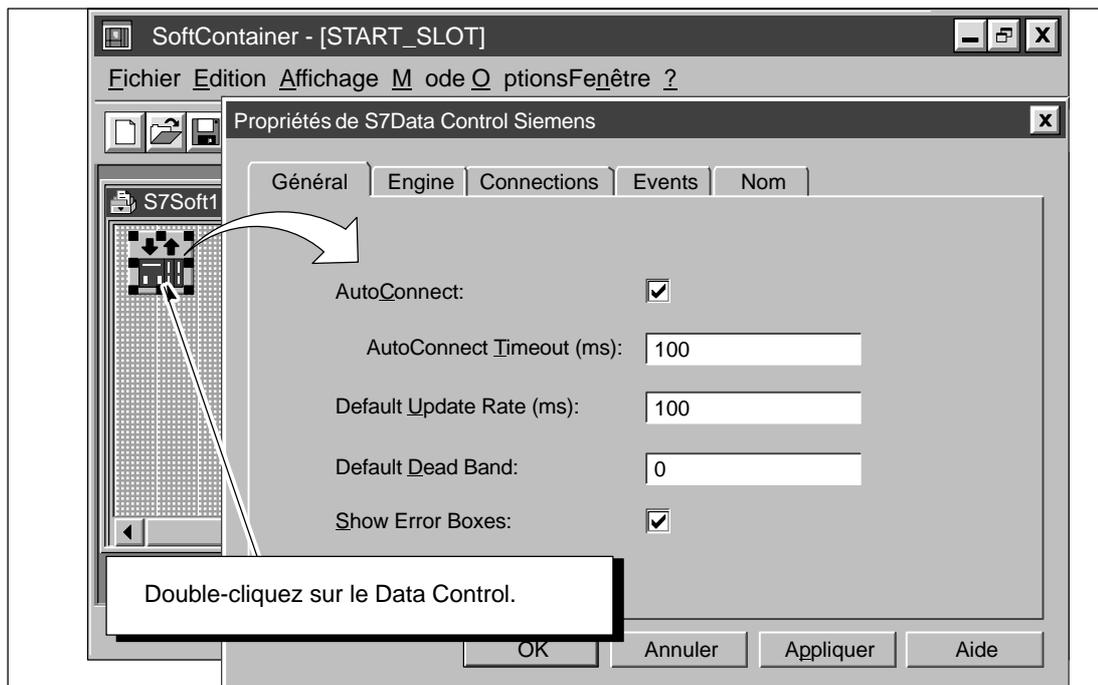

Figure 2-20 Appel de la boîte de dialogue "Propriétés" pour le Data Control
2. Comme le montre la figure 2-20, double-cliquez sur Data Control (ou cliquez avec le bouton droit de la souris et choisissez dans le menu contextuel l'instruction **S7Data1 Propriétés**), pour faire s'afficher la boîte de dialogue "Propriétés" du Data Control.